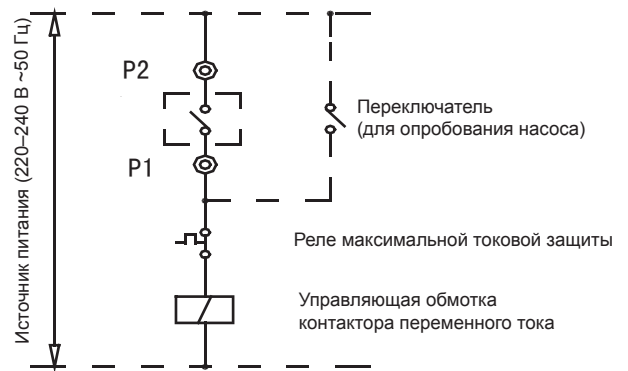

Рис. 5-3
- Шаг 11. Соединение проводов управления насоса: провода управления контактора переменного тока насоса должны проходить через клеммы P1 и P2 главного агрегата, как показано на рис. 5-3.